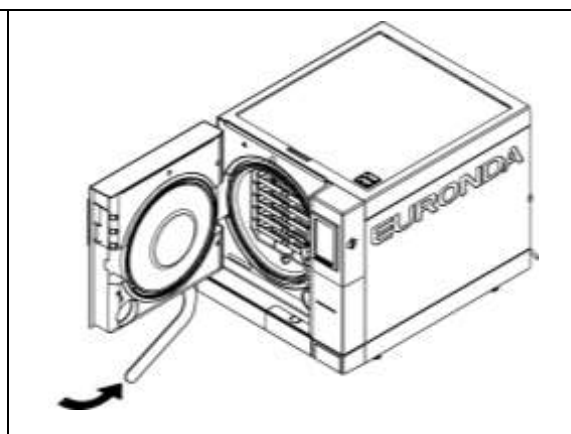

Рис. 9.2.2-4
4. Поверните настроечную шпильку против часовой стрелки, наблюдая за дверцей, на 1/4 оборота (для закрывания) (Рис. 9.2.2-4).